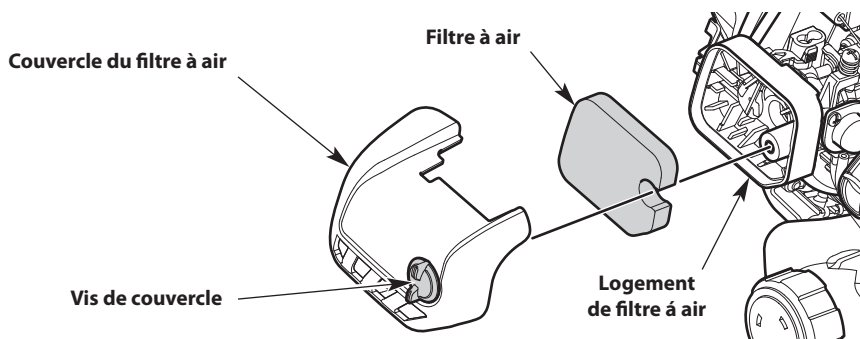

Fig. 26
1. Ouvrez le couvercle du filtre à air en desserrant la vis du couvercle (Fig. 26).
2. Retirez le filtre à air du logement du filtre à air (Fig. 26).
6. Réinstallez le filtre à air dans le logement du filtre à air (Fig. 26).